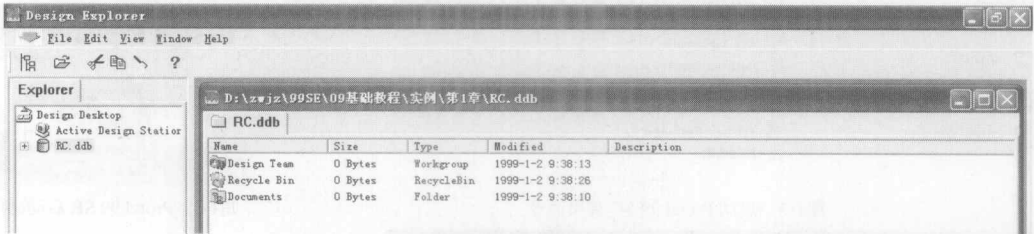

图1-9 新建的设计数据库文件
- (4) 单击 **保存(S)** 按钮，回到新建设计数据库文件对话框，确认各项设置无误后，单击 **OK** 按钮即可创建一个新的设计数据库文件，结果如图 1-9 所示。
- (1) 双击图 1-9 中的 **Documents** 图标，进入该文件夹。